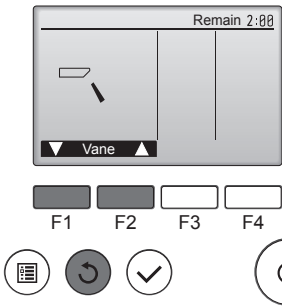

Рис. 7-4
- Нажмите кнопку [ВЫБОР] для отображения экрана работы жалюзи, затем нажмите кнопку [F1] и [F2] для проверки автоматического режима работы жалюзи. (Рис. 7-4)